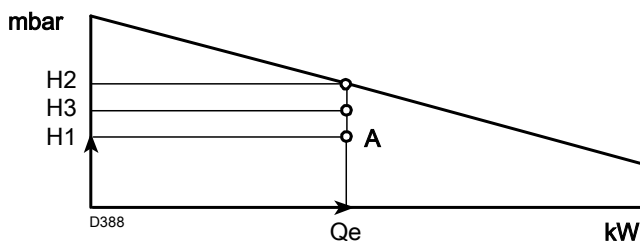

图 3
- 4 从点 A (图 3) 处垂直画一条线，找到出力范围内的最大压力“H2”。
如果“H3”大于“H1”（图 3），则燃烧器能提供所需出力。